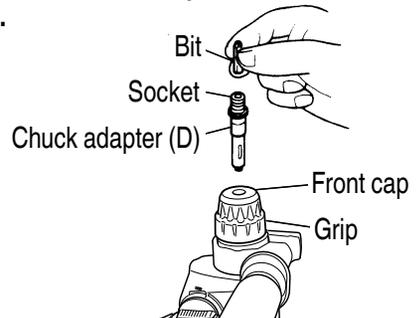

Fig. 21
● DH18DBL (Fig. 21)
5. When driving wood screws (Fig. 21)